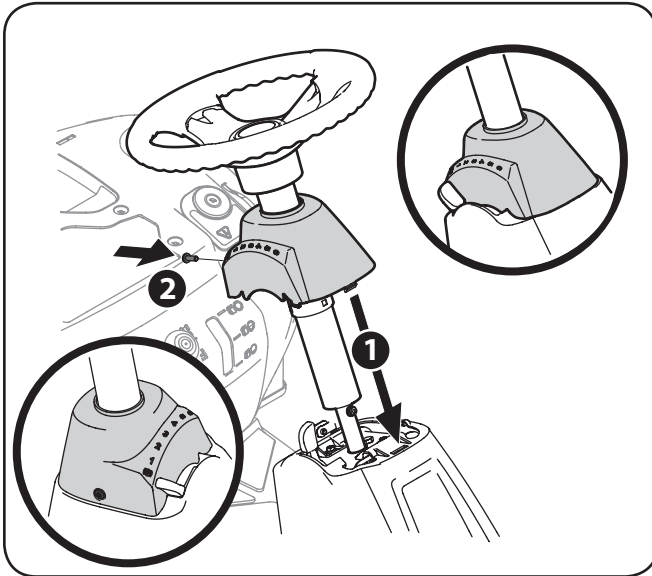

Figure 3-3
7. Faites glisser le capuchon sur la console (1) et tournez-le légèrement vers la droite pour l'enclencher. Fixez le capuchon en place avec le boulon (2) retiré à l'étape précédente. Voir Figure 3-3.